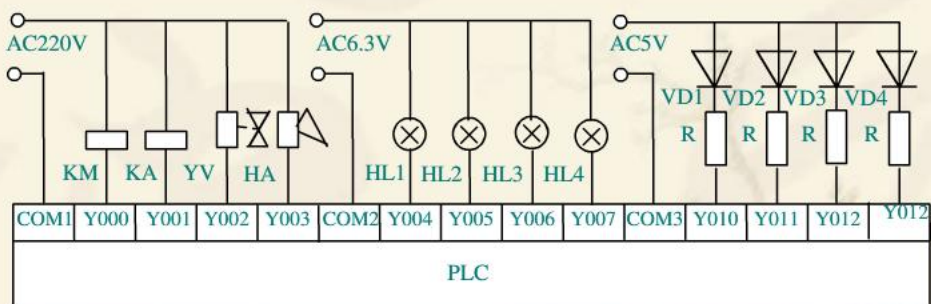
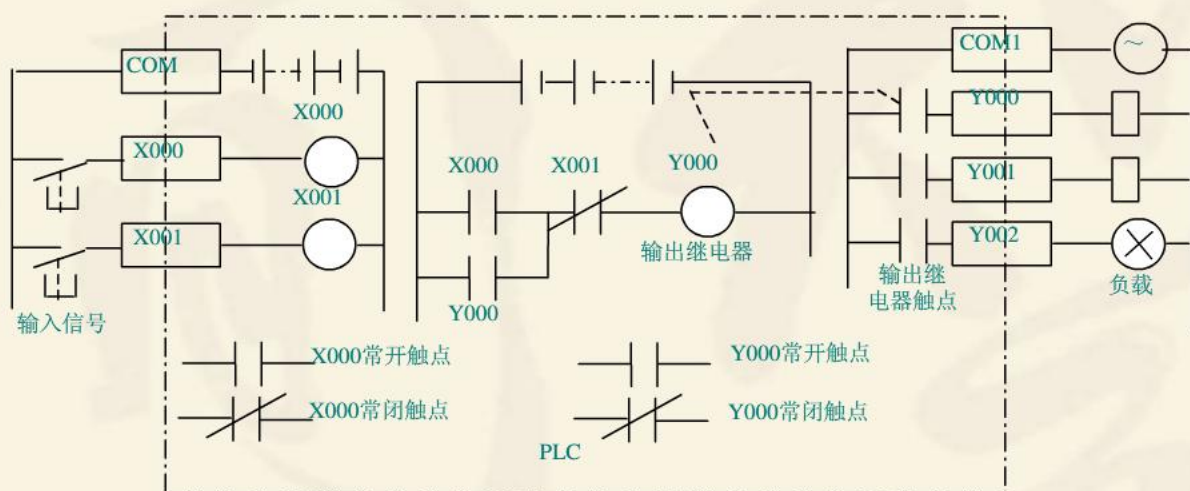

图15-4 输出回路的连接
图15-5 输入/输出继电器功能示意图
输出回路就是PLC的负载驱动回路，输出回路的连接如图15-4所示。通过输出点，将负载和负载电源连接成一个回路，这样负载就由PLC输出的ON/OFF进行控制，输出点动作负载得到驱动。负载电源的规格应根据负载的需要输出点的技术规格进行选择。
①I/O点的共COM问题。一般情况下，每个I/O点应有两个端子，为了减少I/O端子的个数，PLC内部已将其中一个I/O继电器的端子与公共端COM连接，如图15-5所示。输出端子一般采用每4个点共COM连接，如图15-4所示。
②输出点的技术规格。不同的输出类别，有不同的技术规格。应根据负载的类别、大小、负载电源的等级、响应的时间等选择不同类别的输出形式，详见表15-2。
③多种负载和不同负载电源共存的处理。在输出共用一个公共端子的范围内，必须用同一电压类型和同一电压等级；而不同公共点组可使用不同电压类型和电压等级的负载，如图15-4所示。